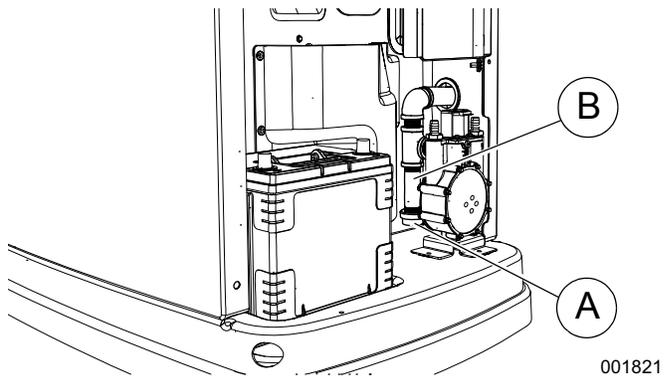

Figure 4-11. Nettoyage du piège à sédiments
3. Voir la section **Figure 4-11**. Dévissez et retirez le bouchon (A).